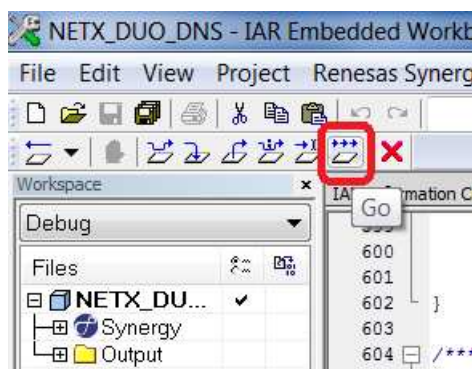

図 1.15 実行ボタン
4. F5 を押す、または[Go] ボタンをクリックして、図 1.15 のとおり、アプリケーションプログラムを起動してください。